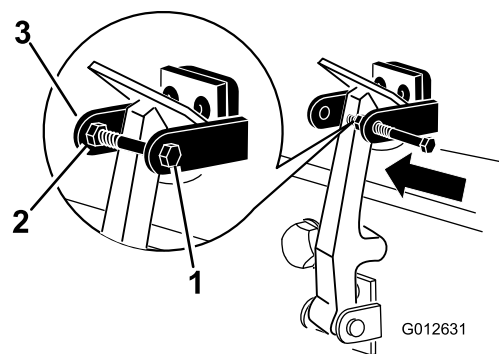

Figure 9
8. Vissez le boulon dans l'autre bras du support de loquet du capot pour bloquer le loquet en position (Figure 9). Serrez le boulon mais pas l'écrou.